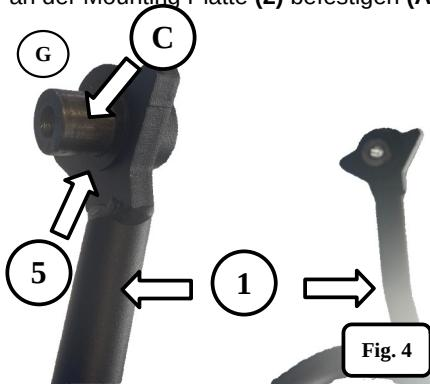
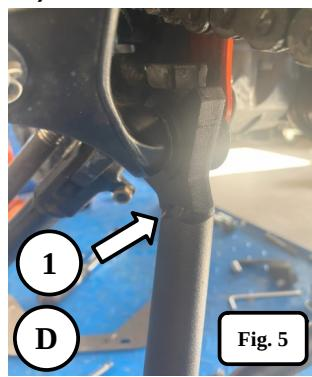
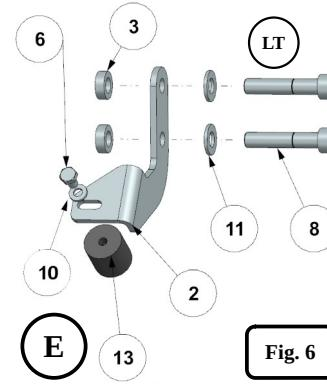
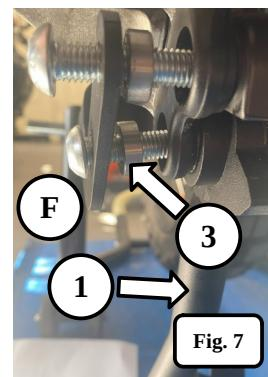

Fig. 4
Fig. 5
Fig. 6
Fig. 7
ENG 2.Apply grease to the cylindrical face (**C**) of Sleeve (**5**) (Rys. 4) and insert it into the holes of the stand (**1**), then install (**D**) the center stand (Fig. 5). (**E**) Attach the Rubber damper (**13**) to the Mounting plate (**2**) using screw (**6**) through washer (**10**) (Rys. 6)
PL 2. Miejsca [**C**] tulejki (**5**) pokryć smarem (Rys. 4) i wsadzić w otwory stopki (**1**), (**D**) zamontować stopkę centralną (Rys. 5)
(**E**) Przykręć odbojnik (**13**) śrubą (**6**) przez podkładkę (**10**) do blachy (**2**) (Rys. 6)
2.Die zylindrische [**C**] Fläche der hülse (**5**), (Abb. 4), mit Fett bedecken und in die Löcher (**D**) des Ständers (**5**) einsetzen, dann den
DE Hauptständer montieren (Abb. 5). (**E**) Den Gummidämpfer (**13**) mit Schraube (**6**) durch die Unterlegscheibe (**10**) an der Mounting Platte (**2**) befestigen (Abb. 6).
ENG 3. (**F**) Attach the center stand (**1**) together with the mounting plate (**2**) on the right side using bolts (**8**) through washer (**11**) along with spacers (**3**) and tighten to 45-50 Nm. (Fig. 6), (Fig. 7).
PL 3. (**F**) Przykręć stopkę centralną wraz z blachą mocującą (**2**) po prawej stronie, śrubami (**8**), przez podkładkę (**11**) wraz z tulejkami (**3**) i dokręć momentem 45-50 Nm. (Rys. 6), (Rys. 7)
DE 3. (**F**) Befestige den Hauptständer (**1**) zusammen mit der Montageplatte (**2**) auf der rechten Seite mit Schrauben (**8**) durch Unterlegscheibe (**11**) zusammen mit Abstandshülsen (**3**) und ziehe sie mit 45-50 Nm an. (Abb. 6, Abb. 7).